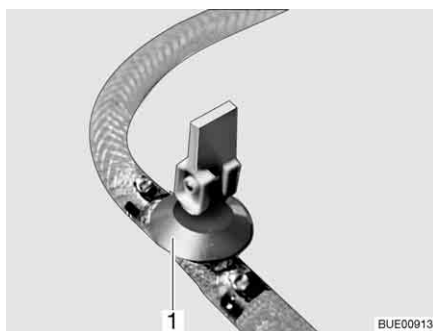
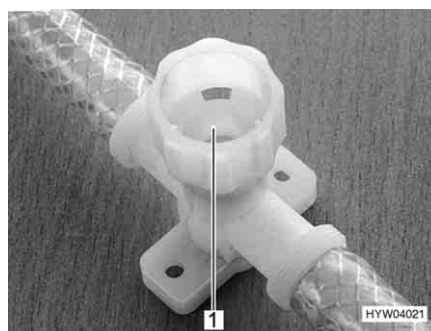

Bild 201 Avtappningskran (med vipparm)
Bild 202 Avtappningskran (med vred)
- Stäng alla avtappningskranar. Ställ för detta avtappningskranens vipparm (Bild 201, 1) vågrätt eller vrid avtappningskranens kran (Bild 202, 1) medurs.